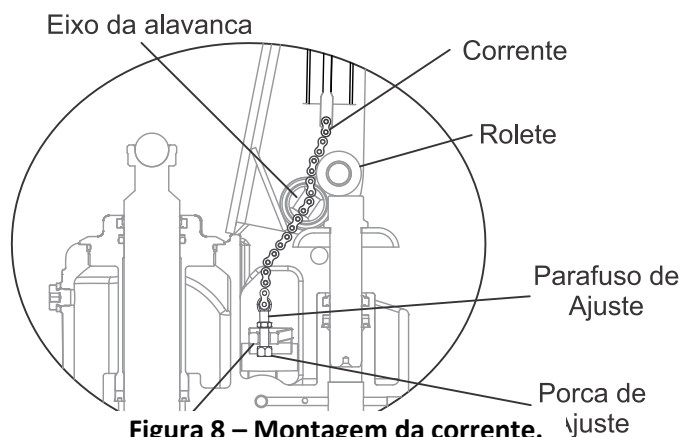

Figura 8 – Montagem da corrente.
- c) Mantenha o Acionador manual pressionado para cima, na posição “ABAIXAR”, e então passe a porca de ajuste e o parafuso de ajuste pelo furo do Eixo da alavanca(3) com as mãos (Figura 8).
Obs.: Mantenha a porca de ajuste debaixo do Desativador. (Figura 8)
- Mantenga el Accionador manual presionado hacia arriba, en la posición "ABAJAR", y luego pase la tuerca de ajuste y el tornillo de ajuste por el agujero del Eje de la palanca (3) con las manos (Figura 8).*
- Obs.: Mantenga la tuerca de ajuste debajo del Desactivador. (Figura 8).*
- Se na ação de bombeamento (abaixar e levantar a alavanca, figura 9), os garfos subirem enquanto estiver na posição **NEUTRO**, aperte a porca de ajuste (figura 8), girando no sentido horário até quando o garfo parar de subir, e a posição **NEUTRO** funcionar corretamente.
- a) Si en la acción de bombeo (bajar y levantar la palanca, figura 9), las horquillas suben mientras está en la posición **NEUTRO**, apriete la tuerca de ajuste (figura 8), girando en el sentido de las agujas del reloj hasta que la horquilla deje de subir, y La posición **NEUTRO** funciona correctamente.*